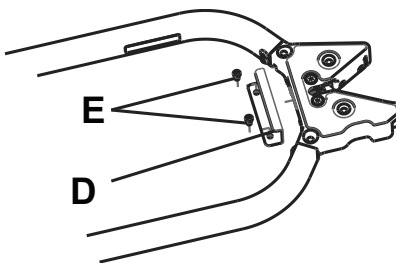

Abbildung 11 – Fangplatte
1. Mithilfe eines M6-Inbusschlüssels die mitgelieferte Fangplatte (610000010015) (D) und zwei M6-Inbussschrauben (E) (nicht im Lieferumfang enthalten) direkt hinter der Arretierung des Tragenbefestigungssystems installieren (Abbildung 11).